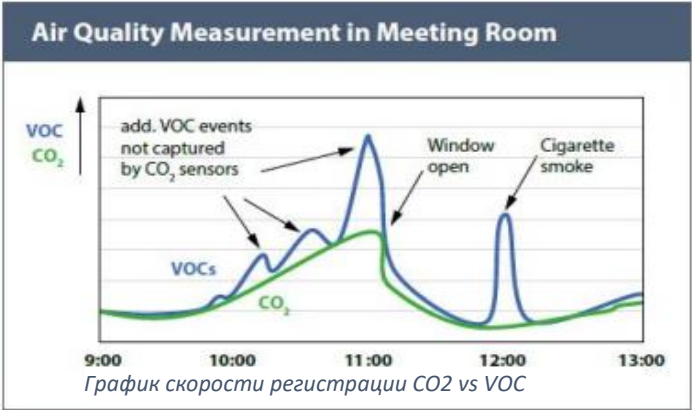

Рисунок 16
Технология CMOS (complementary metal – oxide - semiconductor; рус. КМОП - комплементарная структура металл – оксид – полупроводник) позволяет более широко оценивать качество окружающего воздуха. Кроме уровня угарного газа (CO) датчик фиксирует присутствие VOC (velocity organic compounds, рус. ЛОС - летучие органические соединения). Результаты измерений датчика отображаются в виде значений эквивалентного уровня углекислого газа (CO₂ eq). Это означает, что суммарная концентрация уровней CO и VOC представлена в виде эквивалентного значения уровня CO₂ соответствующей концентрации. Иными словами, эквивалентные значения уровня CO₂ (CO₂ eq) показывают общее качество воздуха, учитывающее сразу 2 параметра: CO и VOC. Датчики такого типа гораздо быстрее реагируют на изменение качества воздуха по сравнению с традиционными датчиками, регистрирующими только CO₂ (рисунок 16). Применение таких датчиков в системах вентиляции позволяет быстрее реагировать на изменения качества воздуха и обеспечивать более своевременную вентиляцию помещения. К летучим органическим соединениям (VOC) относятся: ацетоны, этанола, изопрены, нонаналь, деканаль, апинен, метан, гидроген, лимонен, цениол, спирт и его эфиры, формальдегид, алканы, кетоны, карбонилы, силоксаны, толен, ксилол, декан, бензол, стирол, фенол и др.